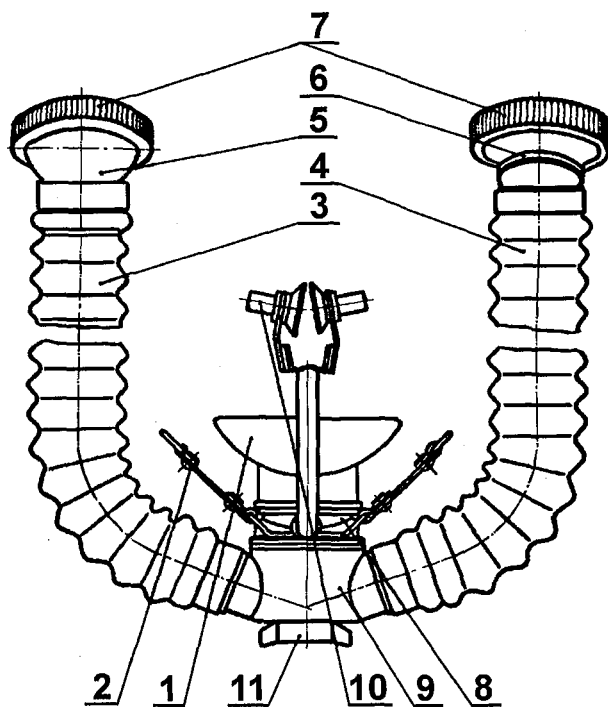
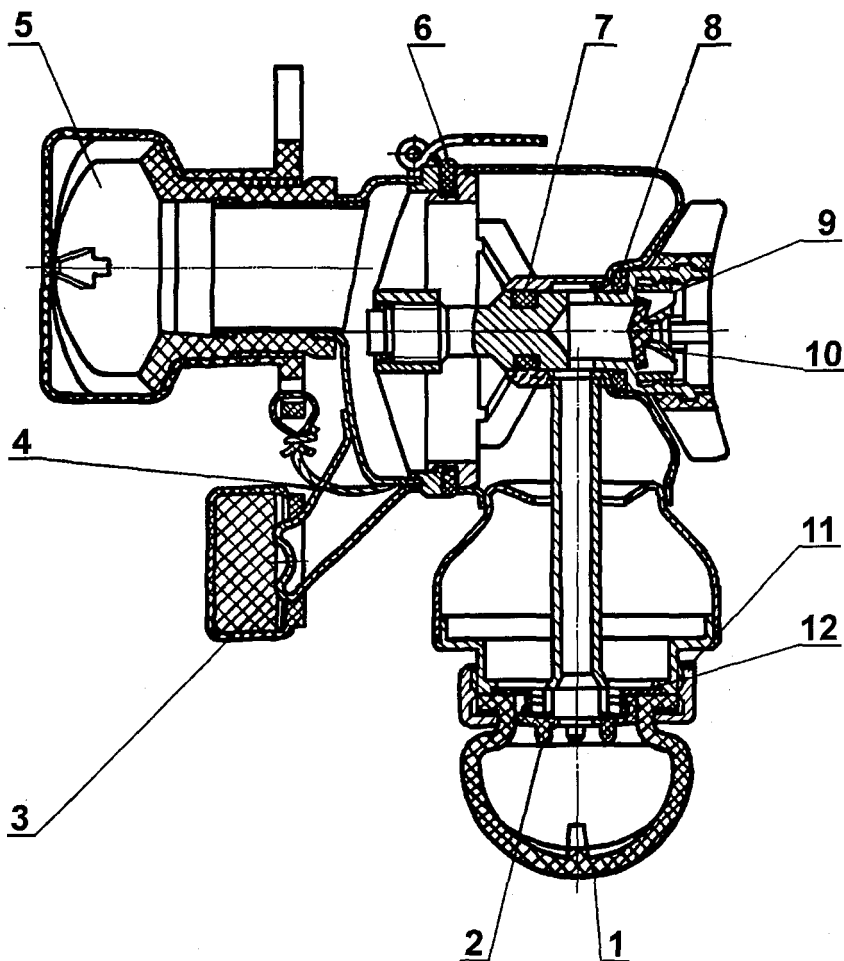

Рисунок 4 – Шланги дыхательные
Рисунок 5 – Часть лицевая (с мундштучным приспособлением)
1.5.1.2 Шланги дыхательные (рисунок 4) и лицевая часть (рисунок 5) обеспечивают циркуляцию воздуха между органами дыхания человека и дыхательным мешком. Шланг вдоха 3 (рисунок 4) и шланг выдоха 4 с одной стороны надеты на патрубки коробки соединительной 9, а с другой стороны соединены с патрубками вдоха 5 и выдоха 6, на которые надеты гайки накидные 7. С помощью этих гаек шланги вдоха и выдоха соединяются соответственно с холодильником и регенеративным патроном.
1.5.1.3 Соединительная коробка служит для разделения потоков вдыхаемого воздуха по соответствующим шлангам и присоединения лицевой части мундштучного приспособления или панорамной дыхательной маски с помощью винта 11. Герметичность соединения этих узлов достигается с помощью прокладок 6, 7 и 8 (рисунок 5). Для удаления слюны и влаги, скапливающихся
1.5.1.4 Мундштучное приспособление состоит из корпуса 8 (рисунок 4), на овальном патрубке которого закреплен загубник 5 (рисунок 5). К корпусу припаяна скоба 4, на которой укреплена амортизирующая подушка 3, обеспечивающая упор мундштучного приспособления в подбородок человека. К корпусу мундштучного приспособления на шнурках прикреплены зажим носовой 10 (рисунок 4) и чехол защитный 1, надеваемый на загубник при хранении и транспортировке респиратора. Ремешки 2 служат для крепления головного гарнитура, показанного на рисунке 2.